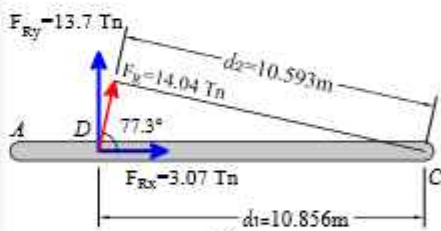

Figura 1.173
Paso ②: Tomamos momentos respecto al punto C, según la figura 1.173 (b):